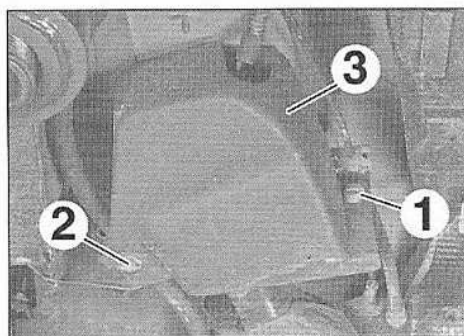
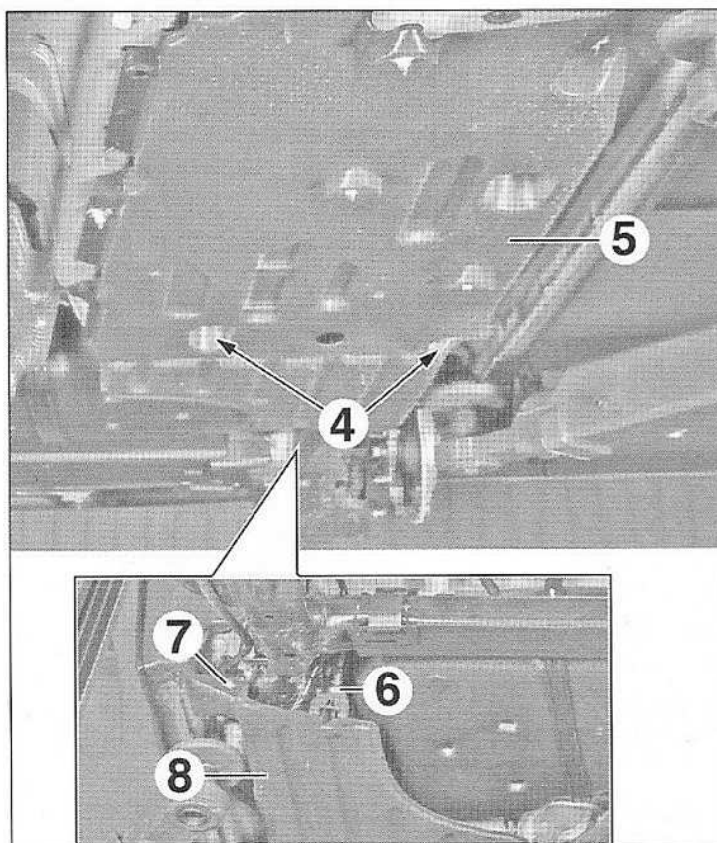
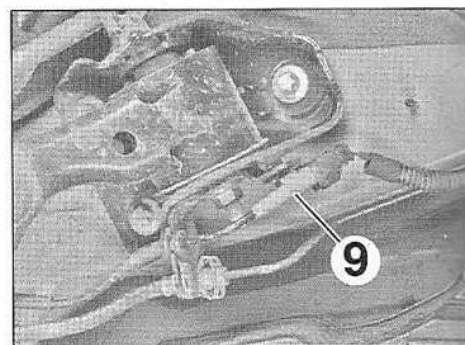
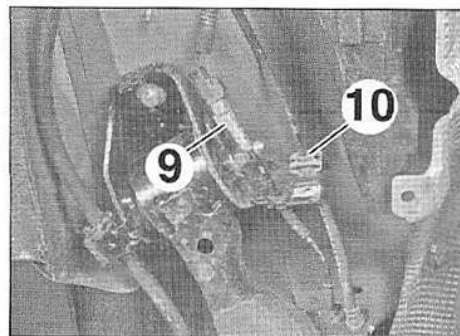

FIG.60
FIG.61
FIG.62
FIG.67
- Déposer (Fig.60) :
- la vis 1/4 de tour (1),
- la vis (2),
- le cache (3).
- Déposer les fixations (4) (Fig.61).
- Dégager le cache (5).
- l'agrafe (6),
- la vis (7),
- le cache (8).
- Débrancher le connecteur du capteur de roue (9) et dégrafer son faisceau électrique (Fig.62).
- Débrancher le connecteur du capteur de roue (9) et dégraffer son faisceau électrique (Fig.62).
- Débrancher (Fig.67) :
- le connecteur (9) du capteur de roue puis dégraffer son faisceau électrique,
- le flexible de frein (10).